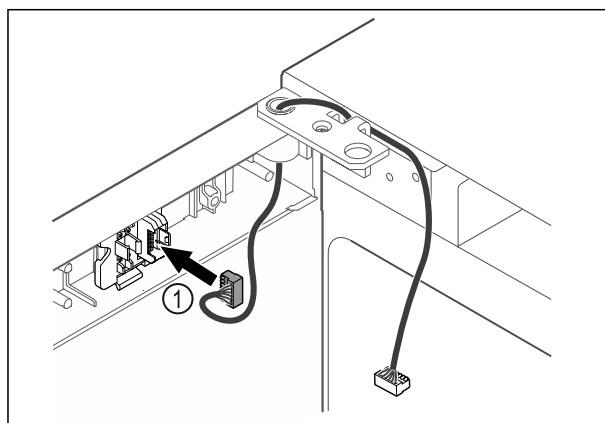

Fig. 42
- ▶ Utaknite utikač Fig. 42 (1) u držač utikača.